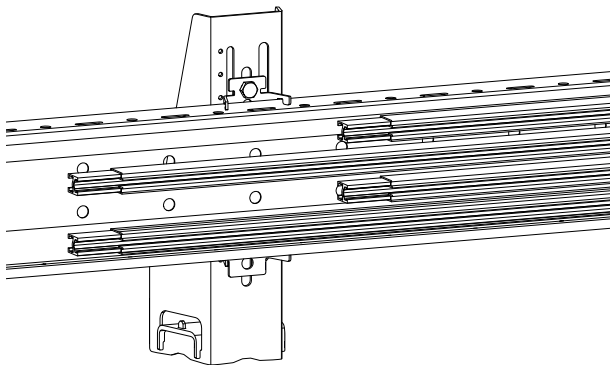
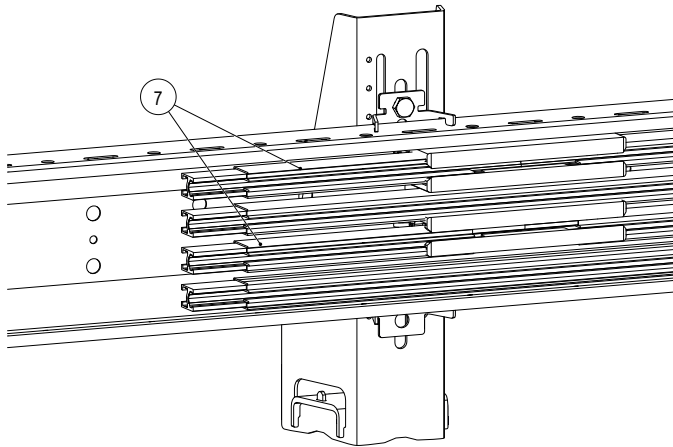

Abb. 33: Schleifleitungsschienen sind nicht auf derselben Höhe
Abb. 35: Schleifleitungsschienen sind auf einer Höhe
6. Durch die versetzte Anordnung der Einspeisungen im Klemmenkasten bzw. den Verbindern sind die weiteren Schleifleitungsschienen auf der Strecke nicht auf gleicher Höhe. Um die Schleifleitungsschienen wieder auf dieselbe Höhe zu bringen, werden an den kurzen Schleifleitungsschienen-Enden jeweils ein Kurzstück (250 mm) (7) mit einem Verbinder montiert, bevor die Schleifleitungsschienen auf der Strecke weiter montiert werden können (siehe Abb. 33 bis Abb. 35).
7. Durch die versetzte Anordnung der Einspeisungen bzw. den Verbindern sind die weiteren Schleifleitungsschienen auf der Strecke nicht auf gleicher Höhe. Um die Schleifleitungsschienen wieder auf dieselbe Höhe zu bringen, werden an den kurzen Schleifleitungsschienen-Enden jeweils ein Kurzstück (250 mm) (7) mit einem Verbinder montiert, bevor die Schleifleitungsschienen auf der Strecke weiter montiert werden können (siehe Abb. 33 bis Abb. 35).